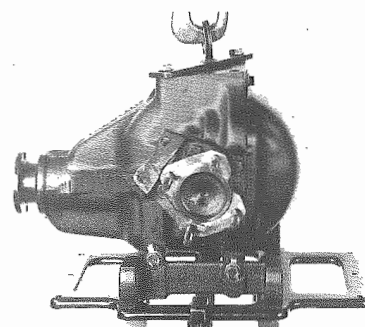

Fig. 30 - Sollevamento differenziale
- Sollevamento differenziale (Fig. 30).
- Lift differential (Fig. 30).